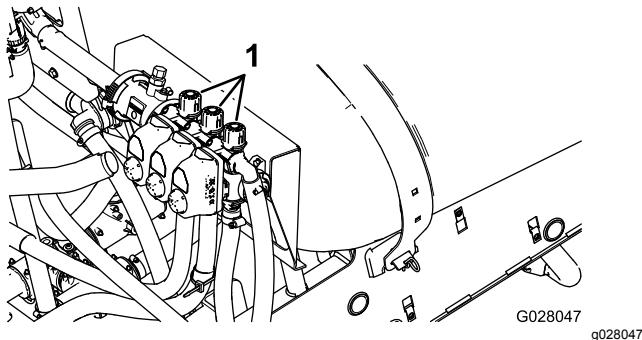

Figure 74
- Désactivez la rampe gauche et réglez la vanne de dérivation de rampe (Figure 74) jusqu'à ce que la pression indiquée corresponde à celle réglée précédemment (généralement 2,75 bar).
- Réglez la vanne de dérivation de la rampe droite (Figure 74) jusqu'à ce que la pression indiquée corresponde à celle réglée précédemment (généralement 2,75 bar).
- Réglez la vanne de dérivation de la rampe centrale (Figure 74) jusqu'à ce que la pression indiquée corresponde à celle réglée précédemment (généralement 2,75 bar).